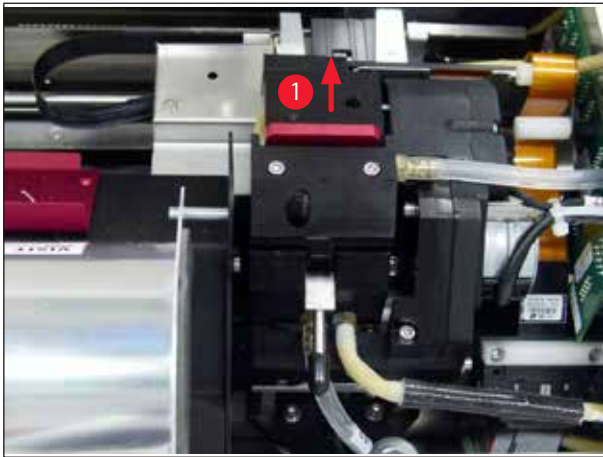

图 52
2. 打印头 (→"图 52-1") 向上移动到距离密封缘 (→"图 52") 大约 1 cm 的位置。